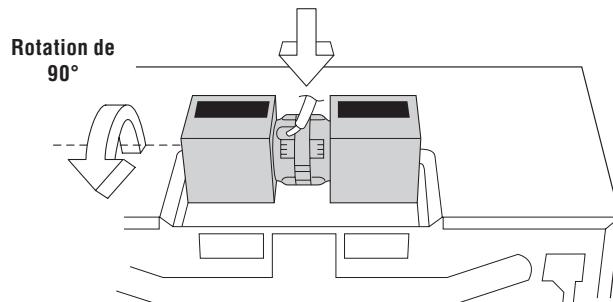

Figura 11
5. Coloque nuevamente la Cubierta del Ventilador deslizándola dentro de las ranuras en la misma dirección de la flecha indicada sobre la Cubierta del Ventilador. Asegúrese que las aspas del ventilador son visibles a través de las aberturas traseras del horno antes de proceder. Sujete la Cubierta del Ventilador a la unidad mediante los 3 tornillos que se retiraron en el Paso 1 anterior. Véase la Figura 11. La Unidad de Ventilador de la Campana Extractora ahora está girada para operación de escape horizontal.
3. Gire la Unidad de Ventilador de la Campana Extractora. Rote 90° la Unidad de Ventilador de la Campana Extractora de modo que las aberturas de aspas del ventilador queden dirigidas hacia arriba. Coloque nuevamente la Unidad de Ventilador de la Campana Extractora dentro del horno. Tenga cuidado de no pelliczar el cable conductor entre el soporte interior y la Unidad de Ventilador de la Campana Extractora. Véase la Figura 11.
4. Coloque el cable conductor dentro de la Caja de Alambres. Véase la Figura 11.